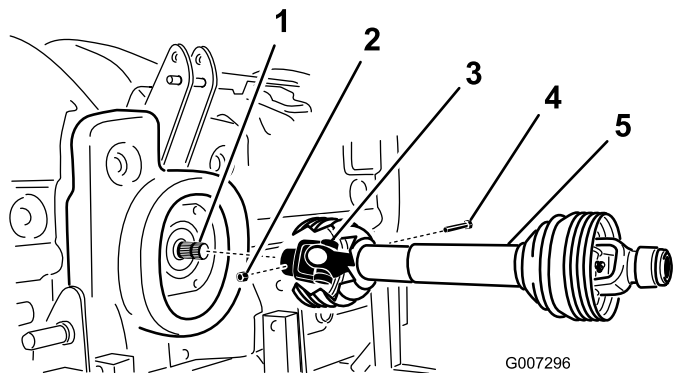

图11
2. 用 1 个 1/2 x 3.00 英寸的螺栓和 1 个 ½ 英寸的螺母将 PTO 轴连接到齿轮箱输入轴图11。